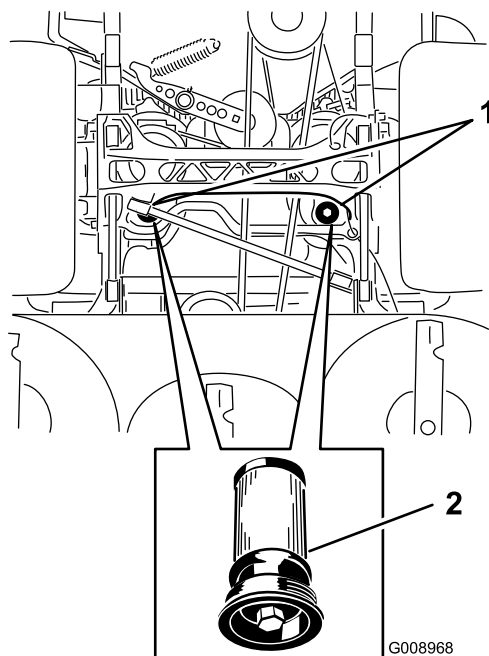

Figura 92
5. Coloque um recipiente de escoamento debaixo dos filtros, retire o filtro velho e limpe a superfície (Figura 92).
6. Aplique uma fina camada de óleo hidráulico na junta de borracha do filtro de substituição (Figura 92).